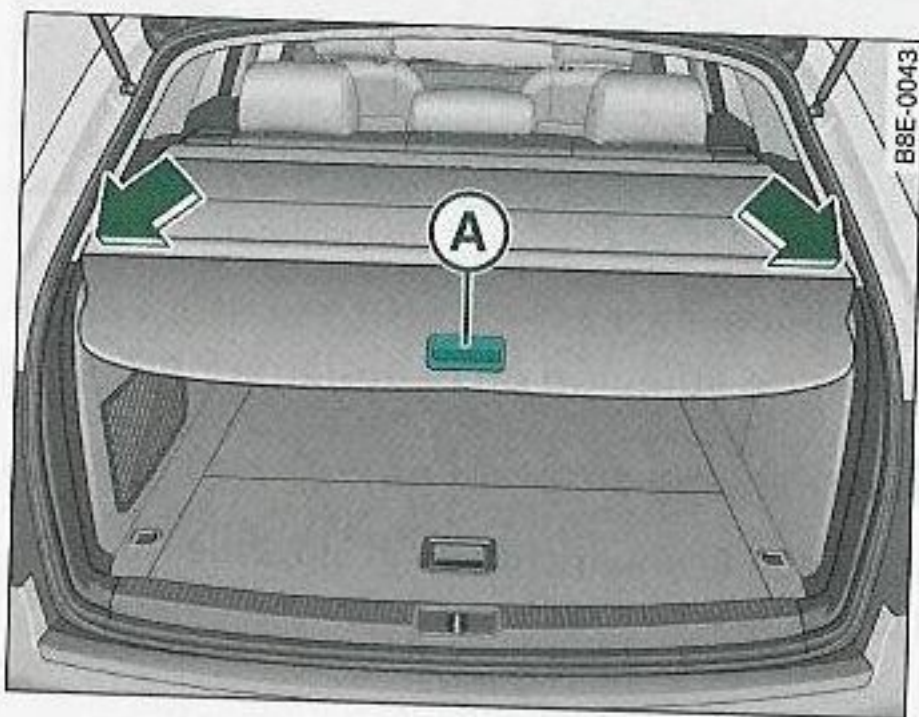

Fig. 98 Portón trasero abierto con cubierta del maletero cerrada
- Tirando del asa (A) ⇒ fig. 98, extienda de un modo uniforme la cubierta enrollada en dirección a la parte trasera del vehículo.
- Introduzca los extremos de la barra transversal en los dispositivos de enganche que hay a izquierda y derecha ⇒ fig. 98 -flecha-, en el revestimiento lateral.